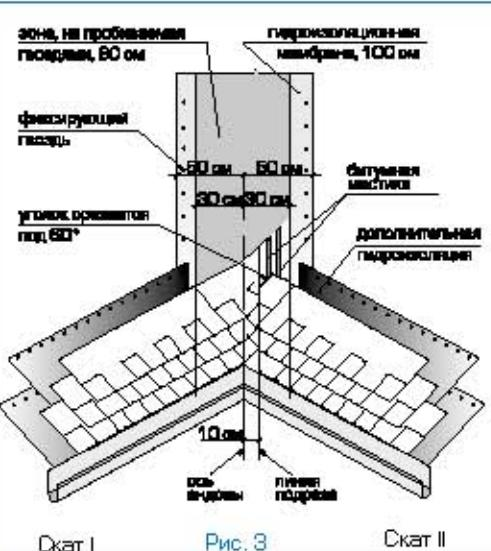

Рис. 3
#### Ендова (рис. 3)
- на прилегающем скате (II) вдоль оси ендовой на расстоянии 30 см от нее отбивается линия;
- лист, подходящий к ендовой со ската II, должен доходить до линии подрезки и обрезаться по ней. Верхний уголок обрезанного края листа подрезается под углом 80° (5 х 3 см – рис. 3);